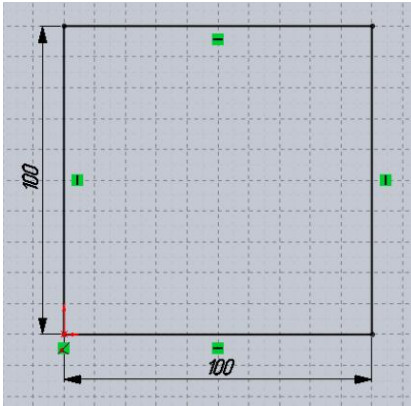

Рисунок 10.35 - Ескіз для таврового з'єднання
1. Відкрийте нову деталь у режимі ескізів і побудуйте ескіз, показаний на рис. 10.35.